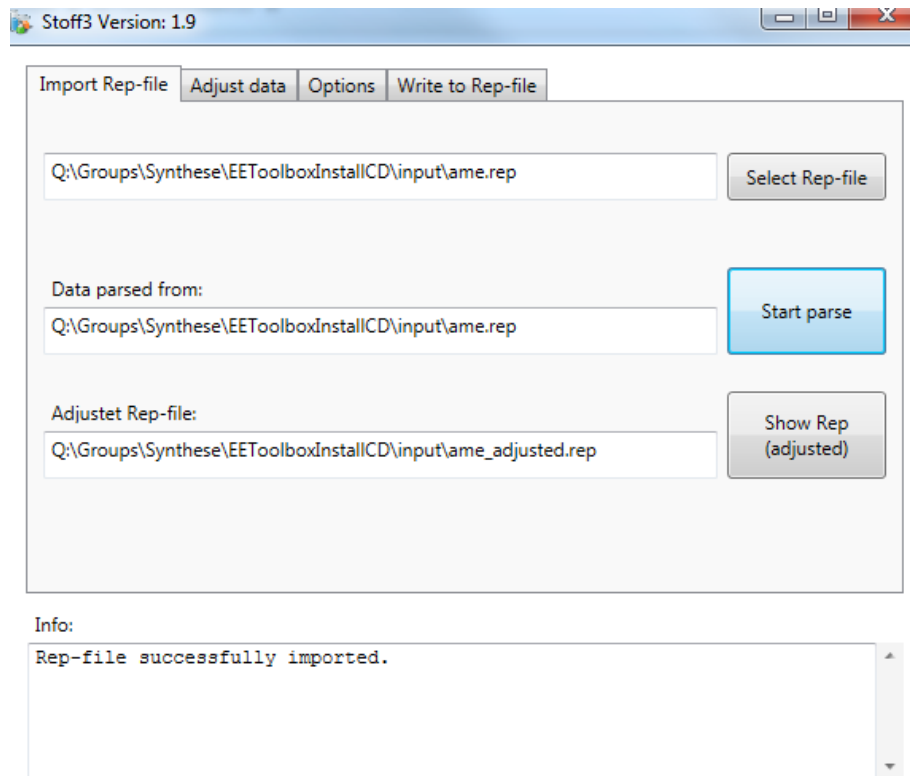

Abb. 1: Reiter zu Stoff3 Import Rep-file
- Öffne die .rep-File, z. Bsp. „ame.rep“ aus dem Ordner „input“ wie in Abb. 1